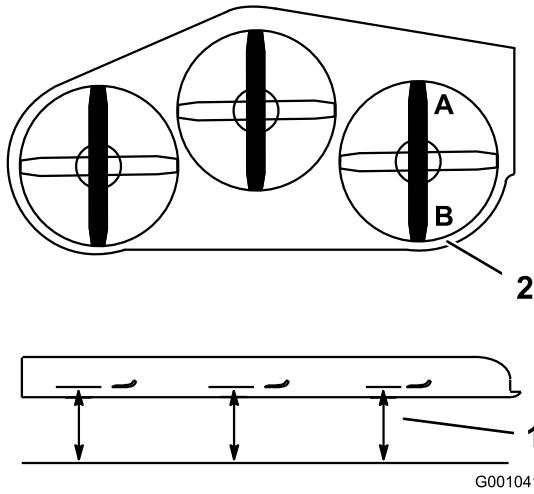

Figure 83
2. Tournez une lame dans le sens longitudinal. Mesurez la distance aux points **A** et **B** entre une surface plane et le bord coupant des pointes des lames (Figure 83).